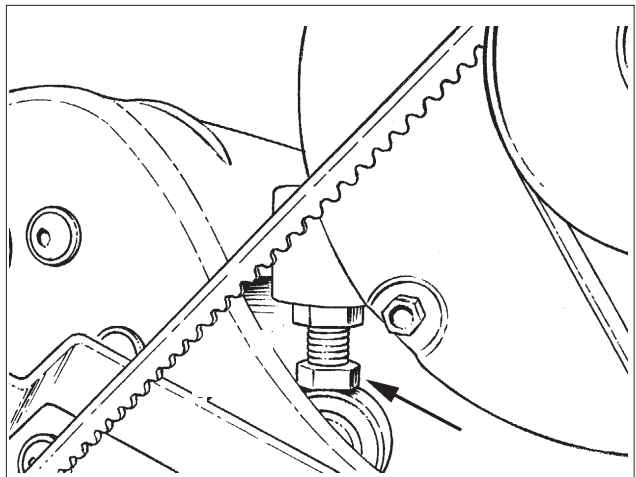

Figure 21
Tournez la vis de réglage vers "l'extérieur (out)" (voir figure 21) un quart de tour. Remettez la tension à l'aide du levier à blocage rapide et vérifiez le réglage. Répétez cette procédure au besoin. Pour diminuer la tension, tournez la vis de réglage vers "l'intérieur (IN)" .